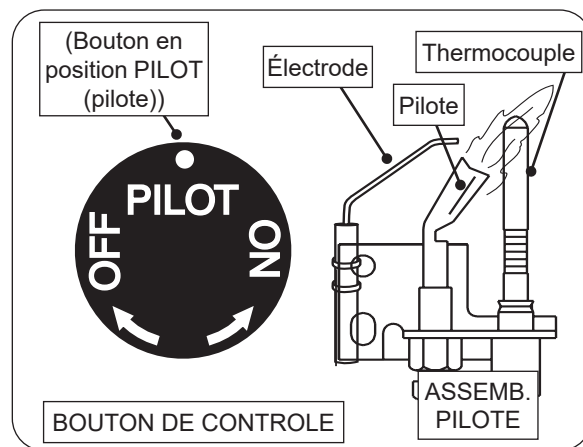

Fig. 51-1 Éclairage pilote
3. Localisez l'assemblage de la veilleuse sur le côté ou à l'arrière du bac du brûleur (voir Fig. 51-1).
4. Tournez le bouton de commande dans le sens antihoraire  sur **PILOT** (pilote). Appuyez **fermement et complètement** sur le bouton de commande et maintenez-le enfoncé. Appuyez plusieurs fois sur le bouton de l'allumeur piézo jusqu'à ce que la veilleuse s'allume. Continuez à maintenir le bouton enfoncé pendant environ une (1) minute après l'allumage de la veilleuse. Relâchez le bouton et il ressortira. La veilleuse restera allumée. Voir la Fig. 51-1. S'il s'éteint, répétez les étapes 2 à 4.